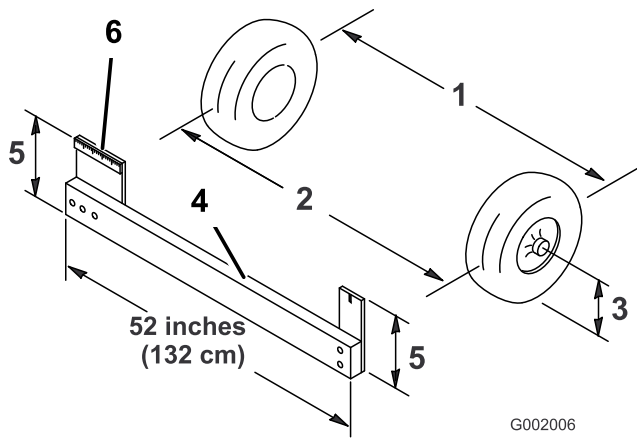

Figure 45
4. Mesurez la distance entre les roues avant à hauteur d'essieu, à l'avant et à l'arrière des roues (Figure 45).
**Remarque:** Vous aurez besoin d'un gabarit ou d'un contrôleur d'alignement pour mesurer précisément l'arrière des roues avant à hauteur d'essieu. Utilisez le même gabarit ou outil pour mesurer précisément l'avant des roues avant à hauteur d'essieu (Figure 45).